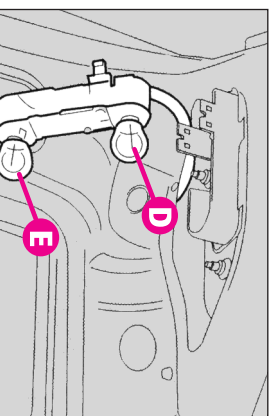

fig.42
-Îndepărtați becul sferic apăsându-l ușor și rotindu-l în sensul invers acelor de ceasornic.(fig. 42):